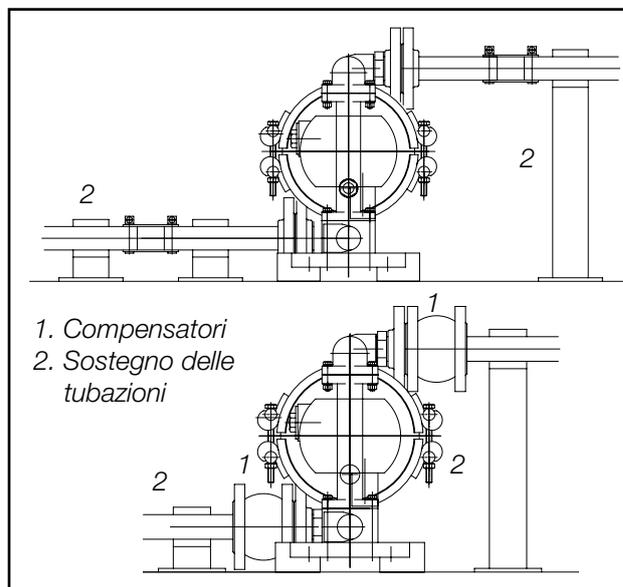

Fig. 3: Proposta di disposizione della pompa a diaframma
**(Fig. 3). Esso impedisce la trasmissione degli urti di pulsazione alla pompa.**